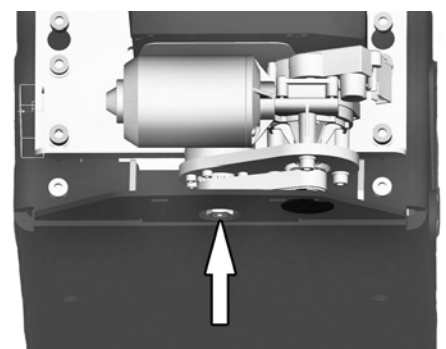

Abbildung 232. Entfernen Sie die Schutzabdeckung aus Gummi unter dem Fahrgestellkasten, um Zugang zur Achse der Sitzhöhenverstellung zu bekommen.
3. Verwenden Sie den mitgelieferten Schraubenschlüssel, um den Winkel der Sitzhöhenverstellung manuell anzupassen, d. h. die Sitzhöhenverstellungsachse zu drehen. Der Zugang erfolgt durch die Bohrung an der Unterseite des Fahrgestellkastens. Siehe Abb. 232.